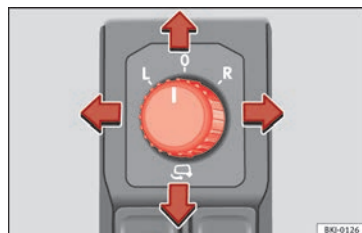

Fig. 152 Mando de los retrovisores exteriores.
1. En primer lugar, gire el mando » **fig. 152** hasta la posición **L (retrovisor izquierdo)**.
- Gire el mando » **fig. 152** hasta la posición **☐** para plegar los retrovisores exteriores. Para evitar daños en el vehículo, debería